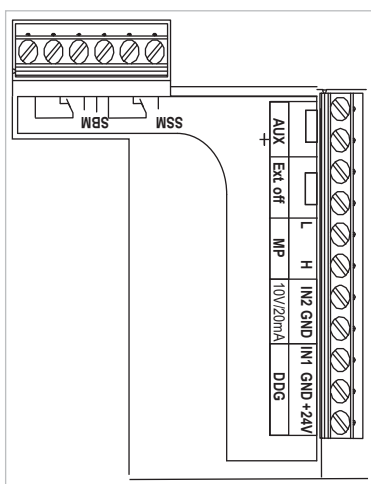

Fig. 19 : Bornes de commande
- Bornes de commande (fig. 19)